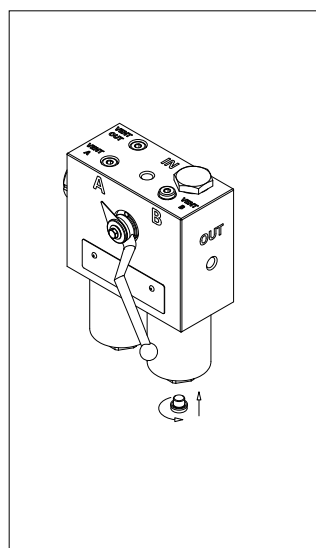

fig. 22
- (Fig. 22) Serrare il tappo di drenaggio facendo riferimento alla tabella delle coppie di serraggio al paragrafo 3